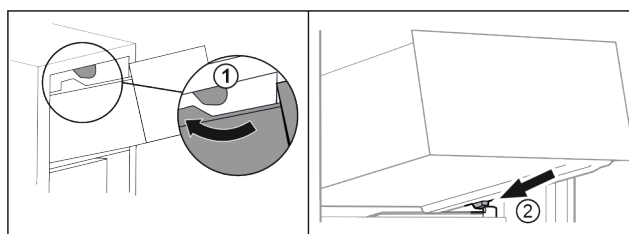

Fig. 73
- ▶ Far passare il cassetto sui fermi superiori. Fig. 73 (1)
- ▶ Applicare il cassetto inclinandolo dietro i fermi inferiori sulla nervatura del contenitore. Fig. 73 (2)